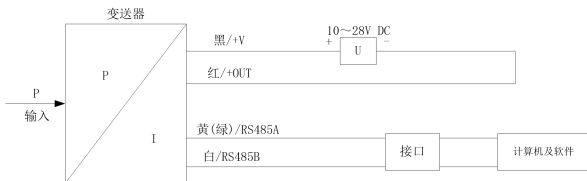

图 8
b) 二线制 4mA~20mA DC 及 RS485 通讯(调校)的电气连接见图 8。